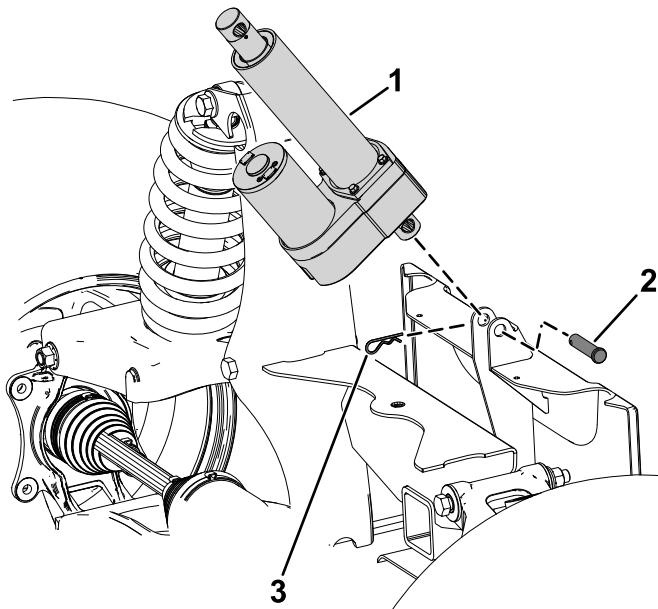

Figura 6
1. Collegate il cilindro di sollevamento alla staffa del telaio posteriore utilizzando un perno con testa e una coppiglia (Figura 6).